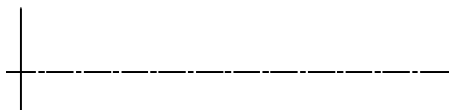

图 5-97 绘制定位直线
(1) 单击 “默认” 选项卡 “图层” 面板中的 “图层特性” 按钮 , 打开 “图层特性管理器” 选项板, 单击其中的 “新建图层” 按钮 , 新建两个图层: “轮廓线” 图层, 线宽属性为 0.3 mm, 其余属性保持默认设置; “中心线” 图层, 颜色设置为红色, 线型加载为 CENTER, 其余属性保持默认设置。
(2) 将 “中心线” 图层设置为当前图层, 单击 “默认” 选项卡 “绘图” 面板中的 “直线” 按钮 , 绘制水平中心线。将 “轮廓线” 图层设置为当前图层, 单击 “默认” 选项卡 “绘图” 面板中的 “直线” 按钮 , 绘制竖直线作为定位直线, 绘制结果如图 5-97 所示。